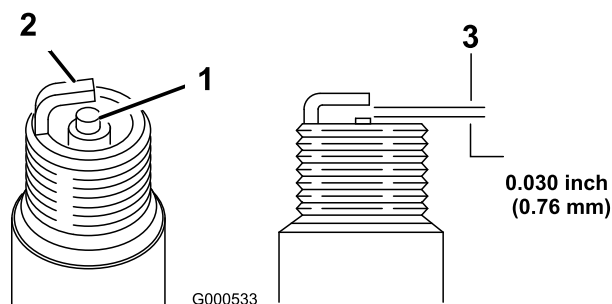

Рисунок 45
1. Осмотрите середину каждой свечи зажигания (Рисунок 45).
2. Проверьте зазор между центральным и боковым электродами (Рисунок 45) и отогните боковой электрод, если зазор не соответствует требуемому.